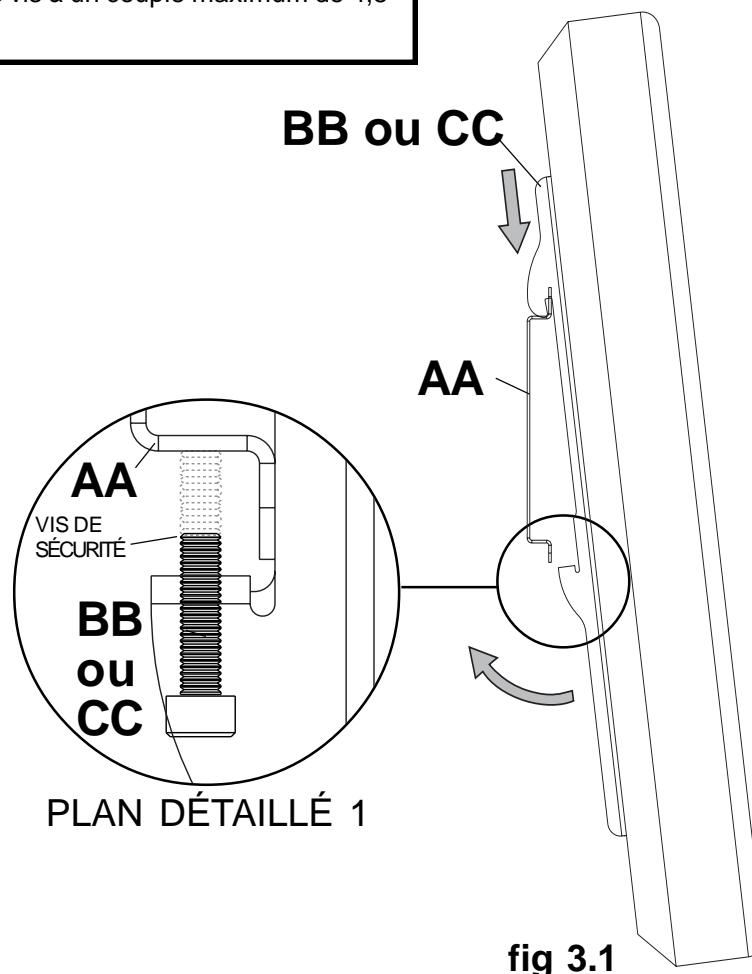

fig 3.1
- 3 Accrochez les supports adaptateurs (**BB** ou **CC**) sur la plaque murale (**AA**). Ensuite, faites pivoter lentement l'écran vers l'intérieur, comme illustré. À l'aide de la clé hexagonale (**FF**), tournez les vis de sécurité dans le sens horaire au moins six fois pour empêcher l'écran de se détacher, comme illustré sur le plan détaillé 1 de la figure 3.1.